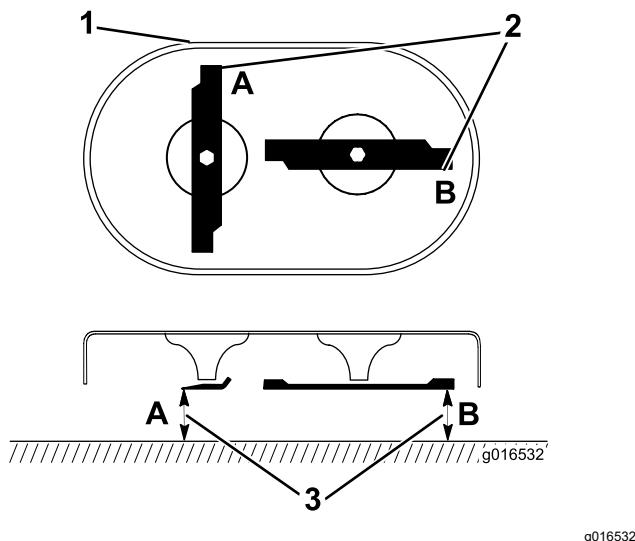

Figure 31
- Faites tourner les lames jusqu'à ce qu'elles soient dans la position illustrée à la Figure 31.
2. Mesurez la distance entre une surface plane et le tranchant aux points **A** et **B**, (Figure 31), et notez les deux dimensions.